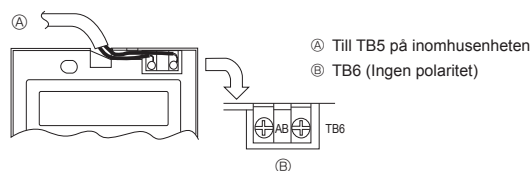

Fig. 6-5
2) Anslutningsprocedur (Fig. 6-5)